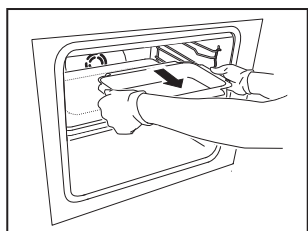

Fig. 2
2. Gebruik vervolgens de zijhandgrepen om de schaal beter vast te pakken en uit de oven te verwijderen (Fig. 2).